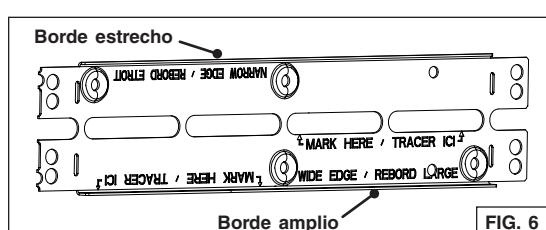

FIG. 6
**NOTA:** Los dos soportes de gabinete tienen un borde amplio y un borde estrecho (FIG. 6), para cubrir todas las configuraciones de instalación, según las anchuras de gabinete.